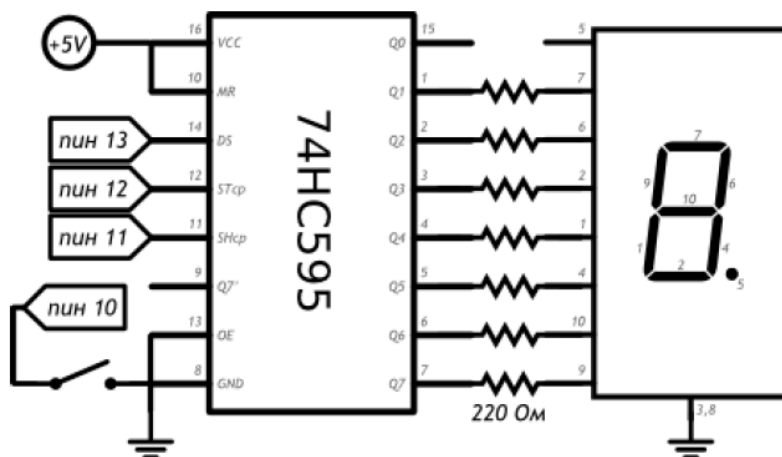

Рисунок 3.1 – Электрическая принципиальная схема
1. Подключите компоненты к плате согласно электрической принципиальной схеме (рисунок 3.1).